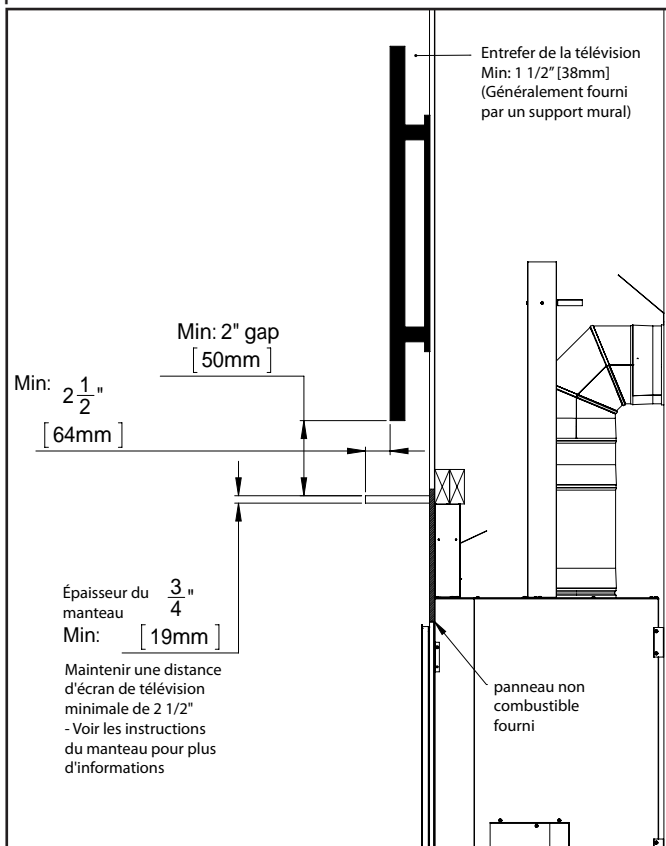

Figure 57: Installation minimale du téléviseur
**Installation du manteau uniquement :** Maintenez toujours les dégagements minimaux (voir Figure 57). La profondeur totale du téléviseur et du support mural déterminera la profondeur minimale autorisée du manteau. Ceci est requis pour les installations standard et fortement recommandé pour les installations CSS.